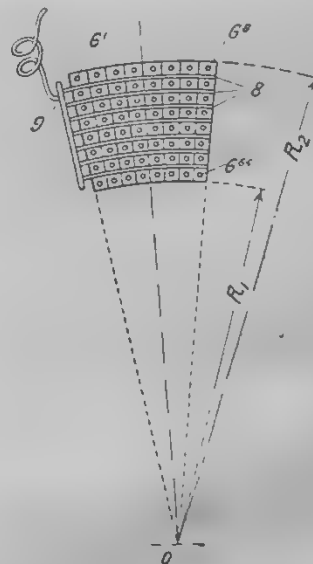

Рис. 3. Селеновый экран.
поверхности селенового экрана по дугам окружностей с общим центром O (рис. 3). Дуга окружности с радиусом R_1 ограничивает селеновый экран снизу, дуга же окружности с радиусом R_2 ограничивает экран сверху. Концы проводов (6) расположены по дугам концентрических с ними окружностей с промежуточными по величине радиусами и с тем же общим центром O . Вследствие того, что эти дуги составляют лишь незначительные части окружностей с достаточно большими радиусами, они приближаются к прямым линиям и концы проводов (6) как бы составляют несколько горизонтальных рядов, разбивающих селеновый экран на соответствующее количество рядов маленьких участков, при чем в каждом ряду столько участков, сколько проводов. В промежутках между горизонтальными рядами проводов (6), погружаясь